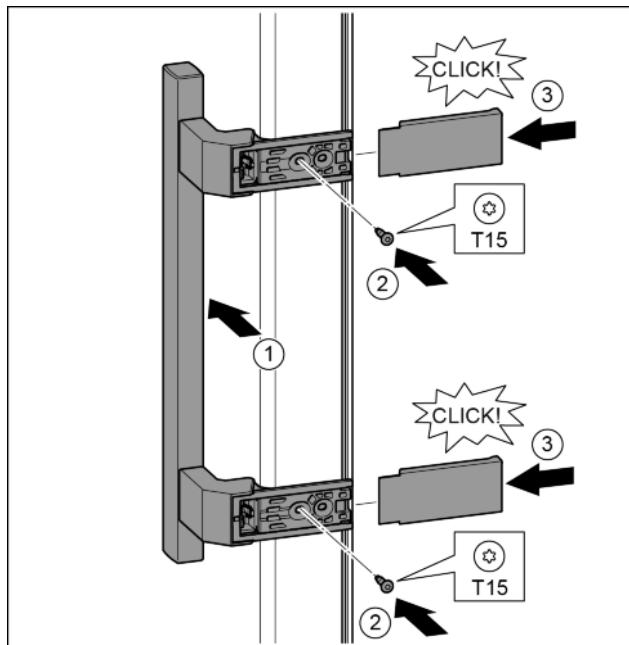

Fig. 32
- ▶ Установить ручку на противоположной стороне. *Fig. 32 (1)*
- ▶ Затянуть винты отверткой T15. *Fig. 32 (2)*
- ▶ Установить крышки сбоку и надвинуть. *Fig. 32 (3)*